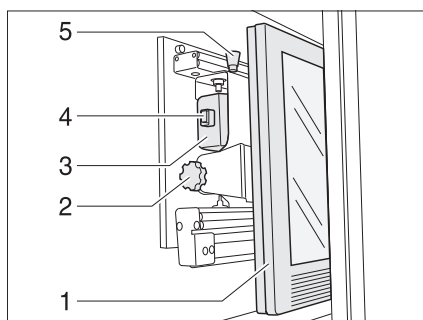

Fig. 59 Armario de TV
- Presionar el botón de desbloqueo (Fig. 59,5) y tirar el soporte para la pantalla plana hacia adelante hasta el tope agarrándolo del tirador (Fig. 59,4).
- Tirar del botón de desbloqueo (Fig. 59,1) y girar la pantalla plana (Fig. 59,2) a la posición deseada.
- Aflojar el tornillo moleteado (Fig. 59,3).